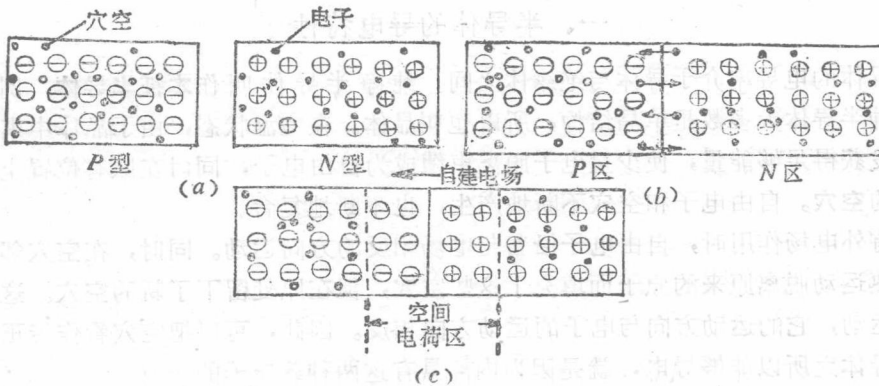

图 15-1 *PN* 结的形成
1. *PN* 结的形成 当 *P* 型半导体与 *N* 型半导体结合时, 由于 *P* 型中的空穴浓度大, *N* 型中自由电子浓度大(如图 15-1(a)), 在交界面处, 空穴将由 *P* 区向 *N* 区扩散, 自由电子则由 *N* 区向 *P* 区扩散(如图 15-1(b))。随着扩散的进行, *P* 区的空穴数减少, 界面左方形成一层负离子层; *N* 区自由电子数减少, 界面右方形成一层正离子层。其结果是在交界面处形成一个空间电荷区, 由此产生一个由 *N* 区指向 *P* 区的自建电场(如图 15-1(c))。很明显, 这个电场阻碍多子的扩散运动, 所以空间电荷区有阻止多子继续扩散的趋势。另一方面, 自建电场驱使 *N* 区和 *P* 区的少子沿着与扩散方向相反的方向运动。少子在自建电场作用下的这种运动叫作漂移运动。少子漂移形成的电流叫作漂移电流。